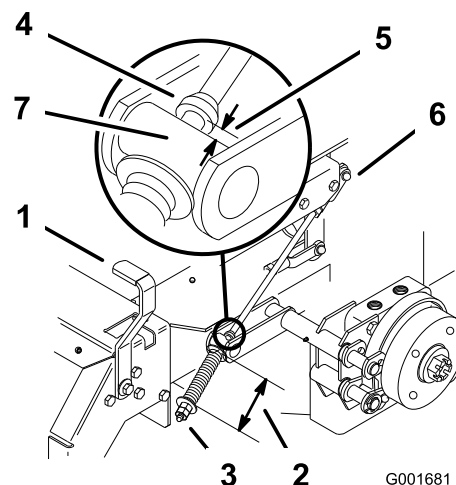

Figure 48
2. Mesurez la longueur du ressort ; les rondelles doivent être distantes de 74 mm (Figure 48).
- A. Desserrez l'écrou de blocage situé sous le ressort et serrez l'écrou directement au-dessous de la chape (Figure 48).
6. Mesurez la distance entre le galet de tourillon et le collier sur la tige de frein. Elle doit être comprise entre 5 et 7 mm (Figure 48).
- B. Tournez les écrous de réglage inférieurs jusqu'à obtention de l'écart voulu (Figure 48).